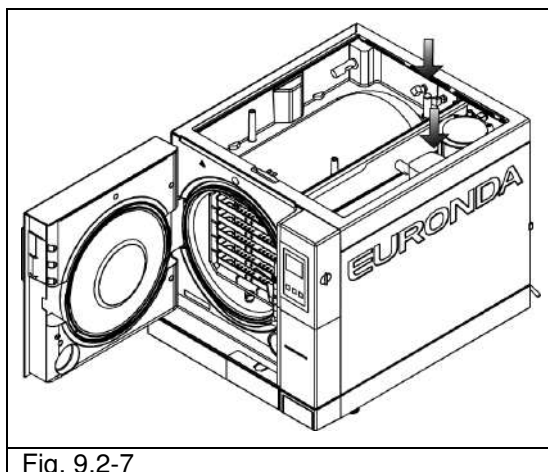

Fig. 9.2-7
6. Staccare i filtri nel serbatoio dell'acqua pulita e dell'acqua sporca (Fig. 9.2-7) pulirli da eventuali depositi sciacquandoli con acqua corrente, quindi installarli di nuovo nel serbatoio, facendo attenzione a posizionarli correttamente.